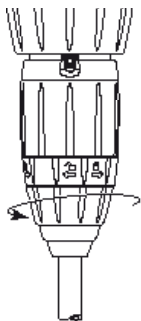

Fig. 15
- De moer losschroeven en de aanzuigslang verwijderen (**Fig. 15**).